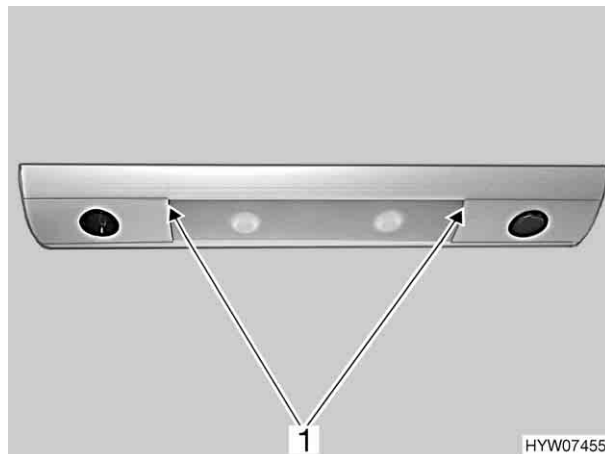

Fig. 122 Luce piano di lavoro/luce area cottura
- Tirare il vetro della luce (Fig. 122,1). Iniziare ad estrarre tirando a destra o a sinistra.